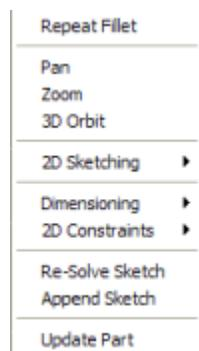

Figura 111
33. Dentro de la ventana del grafico damos un clic con el botón derecho del mouse y de la ventana que aparece seleccionamos la opción *Append Sketch* para integrar el *Fillet* con el diseño que estamos realizando. Esto lo hacemos seleccionando el arco que creamos y presionamos la tecla *Enter* del teclado para confirmar, como se muestra en la *figura 111*.